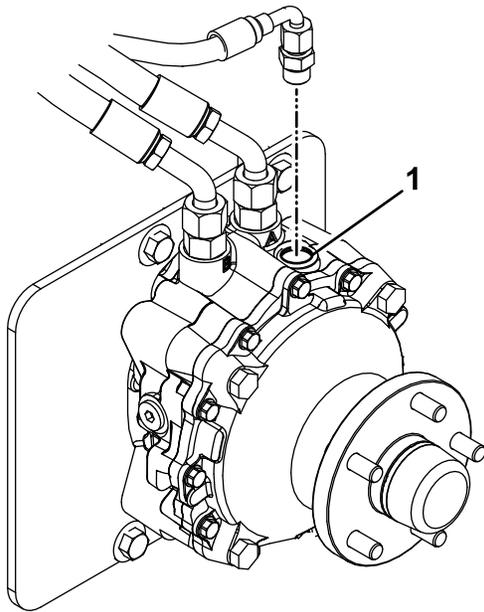

Bild 64
9. Entfernen Sie die Füllschraube an der Oberseite jedes Radmotors (**Bild 64**).